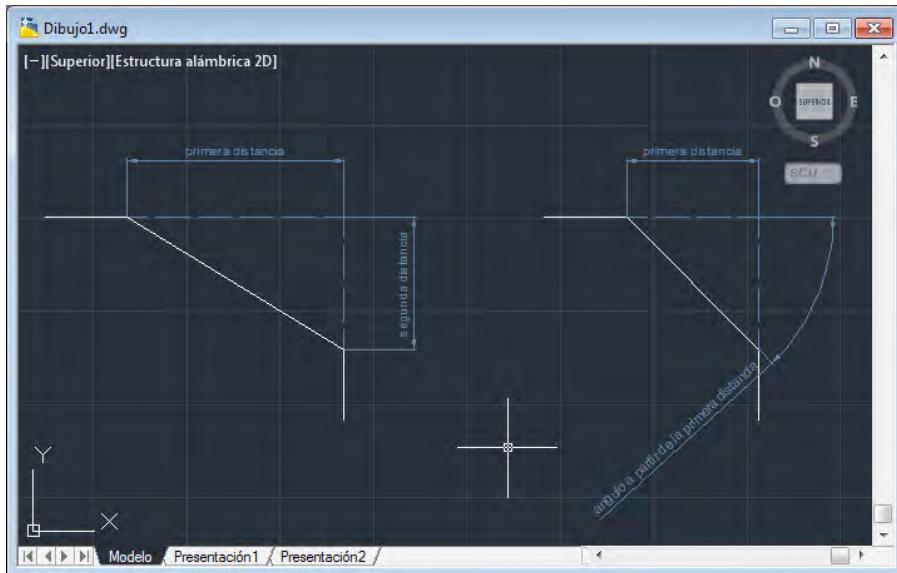

Figura 8.41. Distancias para establecimiento de chaflán y Distancia y ángulo.
- La opción **Distancia** permite determinar el tamaño del chaflán. Se solicitan dos distancias: la primera será la efectuada en el primer objeto designado y la segunda la del segundo objeto designado (figura 8.41, izquierda). Estas distancias pueden ser iguales o diferentes. Las variables de sistema que controlan estos datos son, respectivamente, **CHAMFERA** y **CHAMFERB**
- La opción **ángUlo** establece las medidas del chaflán por medio de una distancia, la correspondiente a la primera línea designada, y un ángulo, el medido respecto de la primera línea designada y que determina la medida correspondiente a la segunda línea designada. En la figura 8.41, a la derecha, se muestra un ejemplo de ello. Las variables de sistema que controlan la primera distancia y el ángulo, son, respectivamente: **CHAMFERC** y **CHAMFERD**.